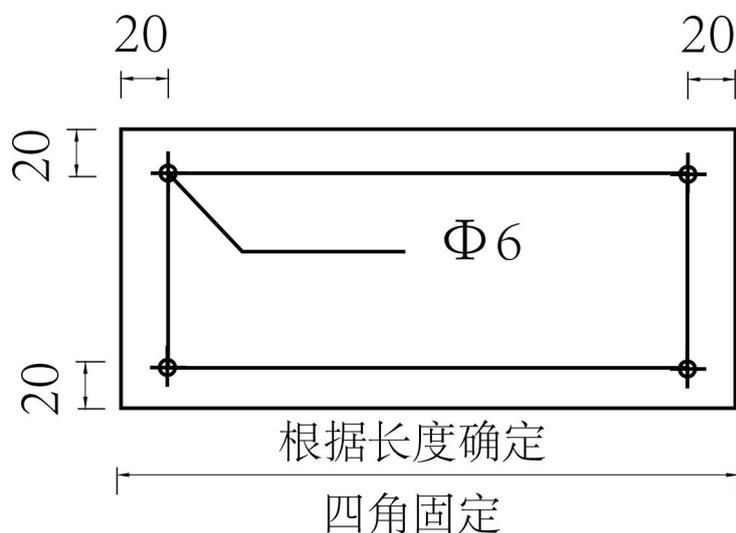
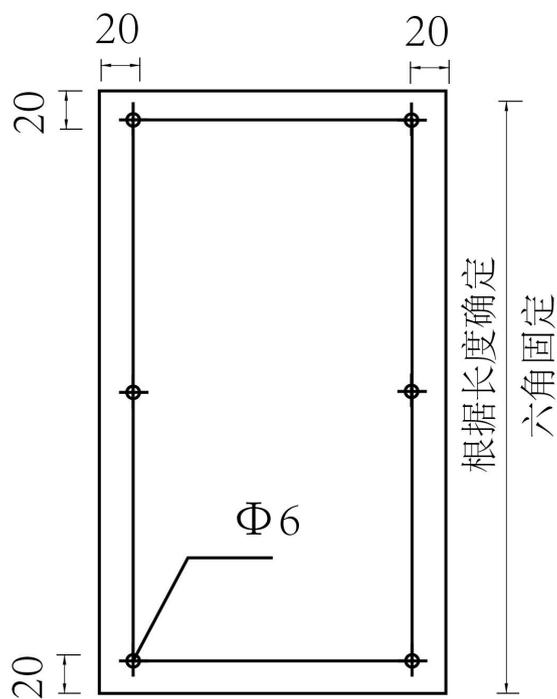

图 1-1 四孔固定安装示意
图 1-2 六孔固定安装示意
1.7 规定中所有墙面固定的标识牌均采用不锈钢膨胀螺丝进行固定，四孔或六孔固定安装，不锈钢膨胀螺丝采用 10 mm 镜面广告钉装饰，安装示例见图 1-1、图 1-2。